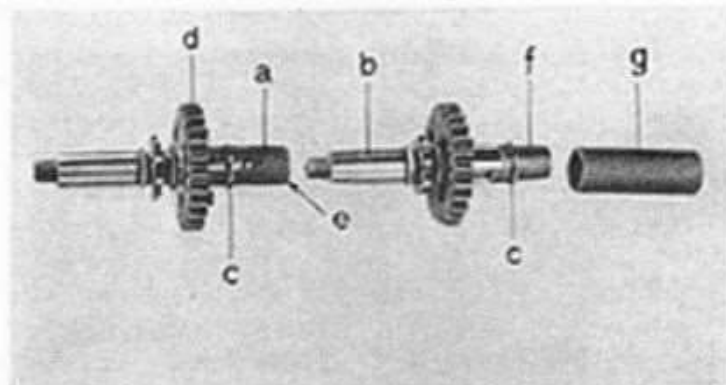

Bild 39
4.4 Austausch der Hauptwelle bzw. des großen Schaltrades (Bild 39)